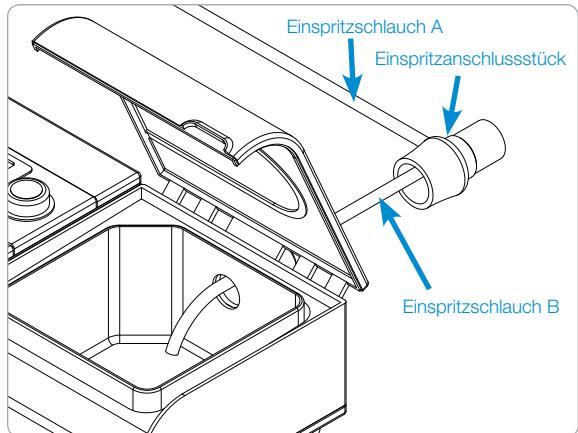

Figure 2. Anschließen des Einspritzanschlussstücks
1. Positionieren Sie das Einspritzanschlussstück am Anschluss Ihres Befeuchters (wo zuvor der PAP-Schlauch angeschlossen war) und führen Sie den kleineren Einspritzschlauch B in das Reservoir ein (Abbildung 2). Das Ende des Schlauchs muss sich über der Heizplatte befinden.